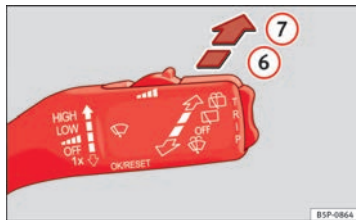

Abb. 82 Scheibenwischerhebel: Scheibenwischer für die Heckscheibe
- Drücken Sie den Hebel nach vorne in Raste **6** ⇒ Abb. 82. Der Wischer arbeitet etwa alle 6 Sekunden.
- Drücken Sie den Hebel ganz nach vorne in die Position **7** ⇒ Abb. 82. Die Waschanlage arbeitet sofort, während der Wischer etwas später zu wischen beginnt. Solange Sie den Hebel in dieser Position halten, arbeiten der Heckwischer und die Waschanlage.